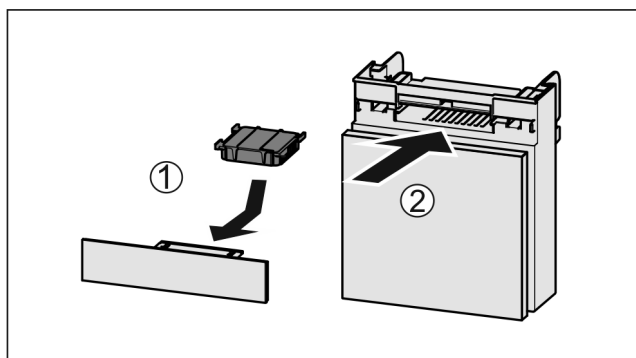

Fig. 187
- ▶ Aseta aktiivihiihisuodatin kuvan mukaisesti paikoilleen Fig. 187 (1).
- ▶ Työnnä lokero kiinni Fig. 187 (2).